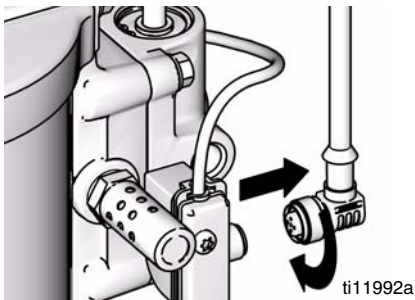

FIG. 9. Desligar o DataTrak
1. Retire o cabo da parte posterior da montagem do interruptor de lâminas. Consultar FIG. 9.